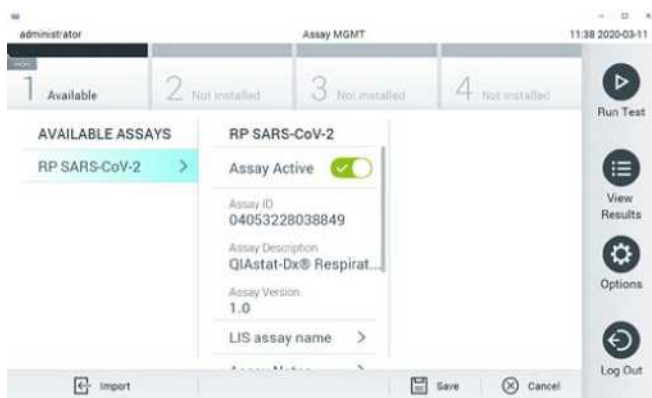

Рис. 89. Активация анализа.
7. Анализ становится активным, если выбрать **Assay Active (Активный анализ)** (рис. 89).